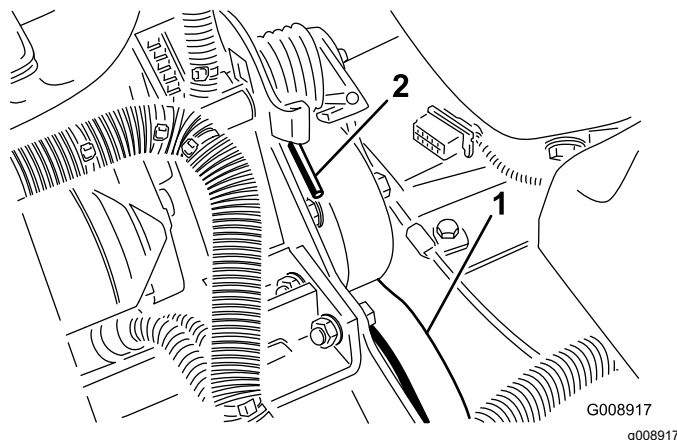

図 78
3. スプリングの端を前側に押し下げてブラケットから外し、スプリングのテンションをなくす 図 78。